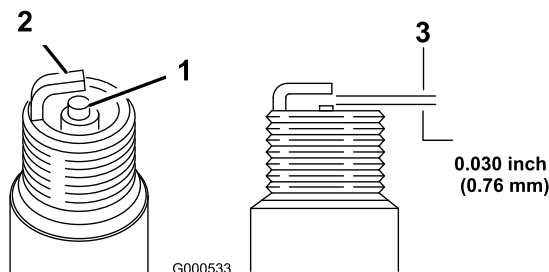

図 22
5. 図 22 に示すように、電極間のすき間を 0.76 mm に調整する。